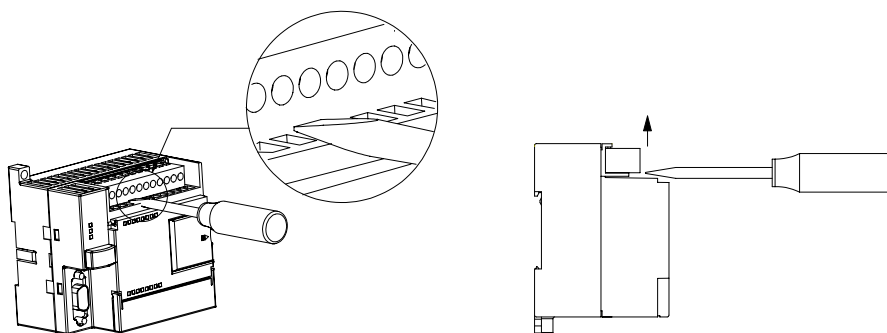

Рис. 3-2. Демонтаж клеммного блока
3. Снимите клеммный блок, отжимая его отверткой от корпуса S7-200. См. рис. 3-2.